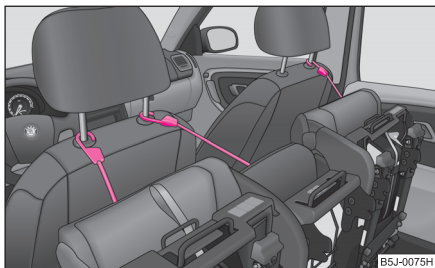

Fig. 53 Asigurarea scaunului rabatat în față
- Asigurați scaunul rabatat, cu ajutorul centurii de fixare, de o tijă a tetierei scaunului din față ⇒ fig. 53.